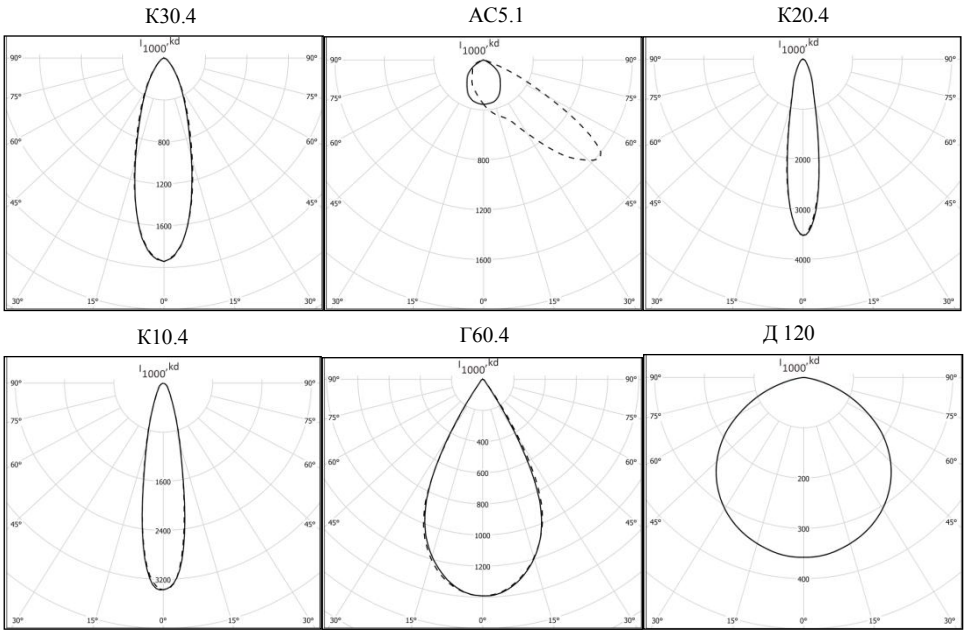

Рисунок 6
6.4 Обеспечение защиты от падения. Для исключения возможности падения светильника, в случае не предусмотренных условиями эксплуатации механических нагрузок, в комплект прожектора входит защита от падения. Защита от падения (рис.1 поз.4) должна быть установлена независимо от типа основного крепления прожектора. Защита от падения выполнена в виде троса с зажимом (рис.6). Порядок установки защиты от падения: